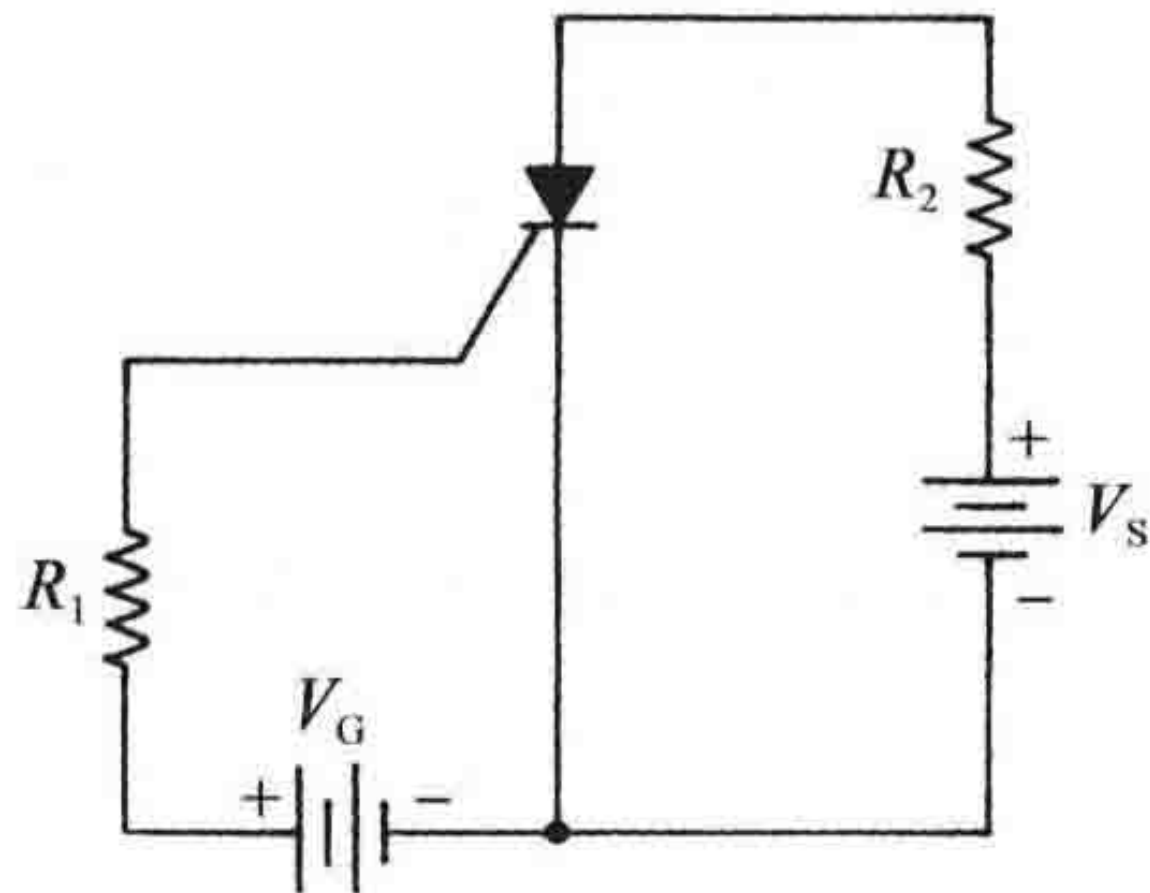

图 7-15 SCR 的偏置（偏压）电路
**SCR 的操作** 因为 SCR 是半导体装置，所以它需要偏置电压使其导通。图 7-15 所示为简化了的 SCR 操作原理图。在门极上使用了一个开关以使电压施加到门极上。